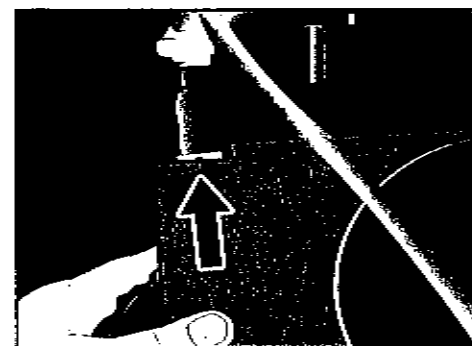

Fig.37
2. Placer le réservoir d'eau externe sur le plateau de support en vous assurant que l'adaptateur de raccord rapide est aligné avec le raccord rapide à l'arrière du cabinet. Voir la fig. 37.